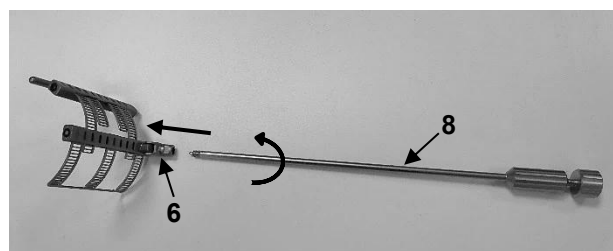

Fig. 7
Per alzare o abbassare la lama Treede Maxposition, è necessario avvitare in senso orario la guida a gancio MRN-3 (8) nella filettatura dello snodo (6) (Fig. 7).